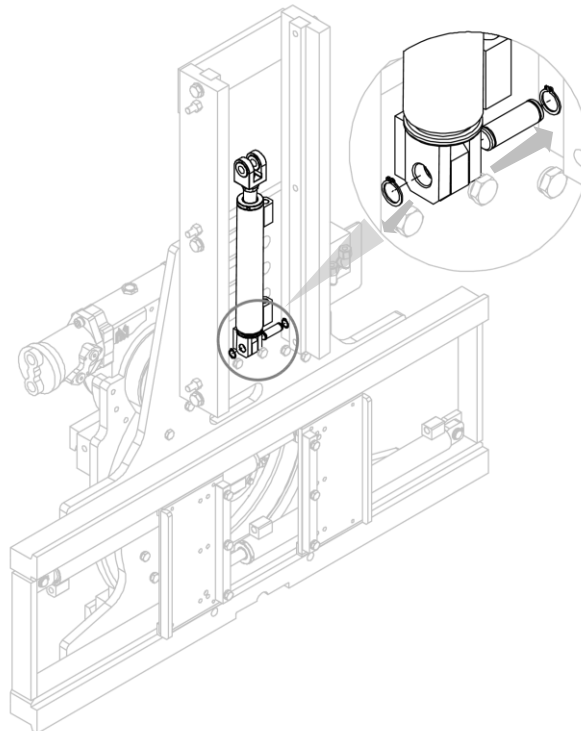

Figure 30
4. Retirer le vérin après avoir enlevé son goujon (avec ses anneaux de retenue) qui le lie à la structure de l'équipement (voir *Figure 30*).